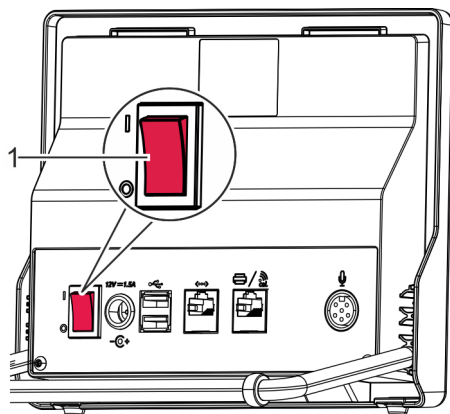

Fig. 38: Pulsar el interruptor
1. ➔ Colocar el interruptor (Fig. 38/1) en la posición [O].